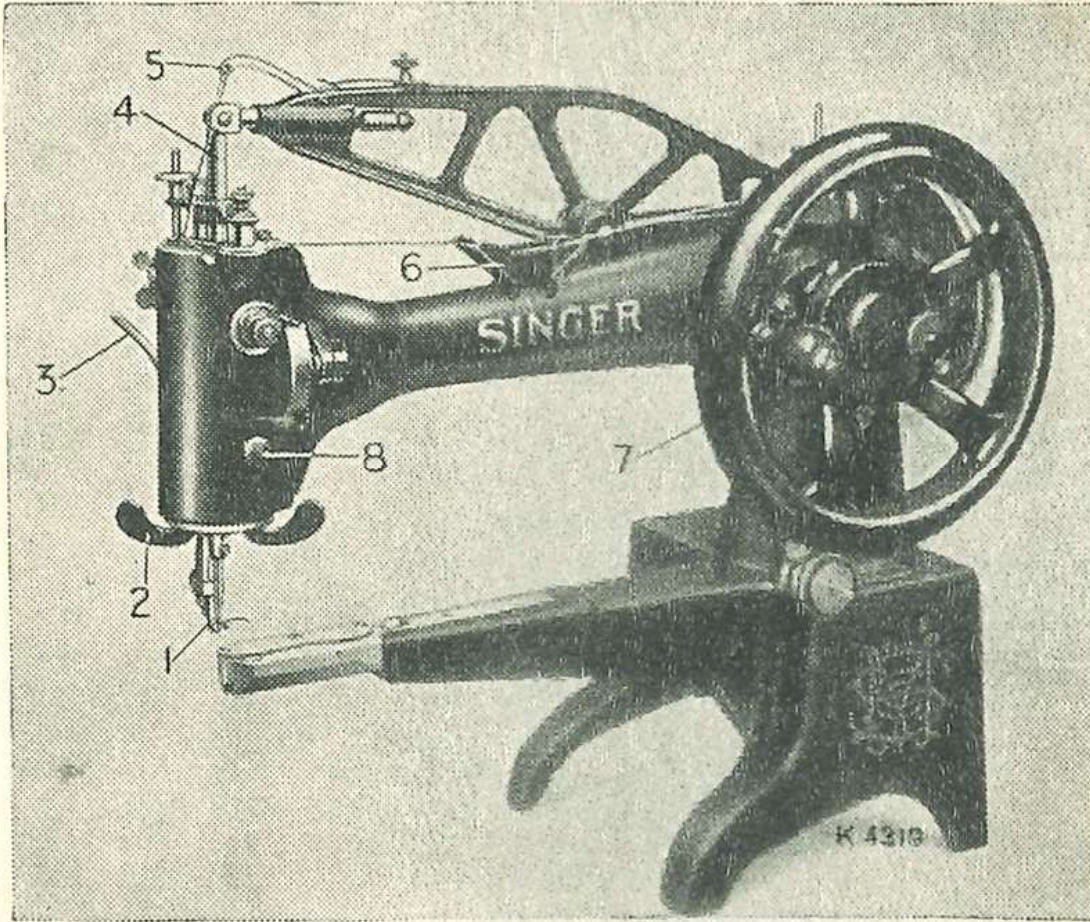
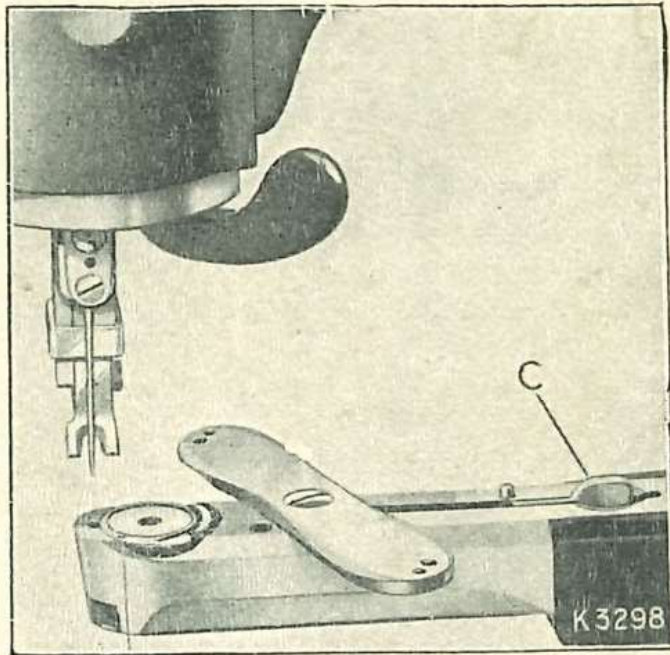
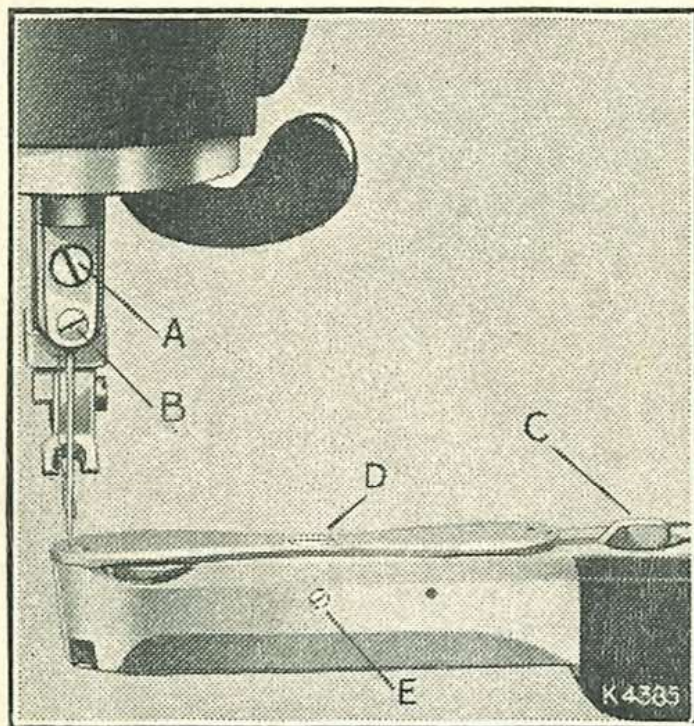
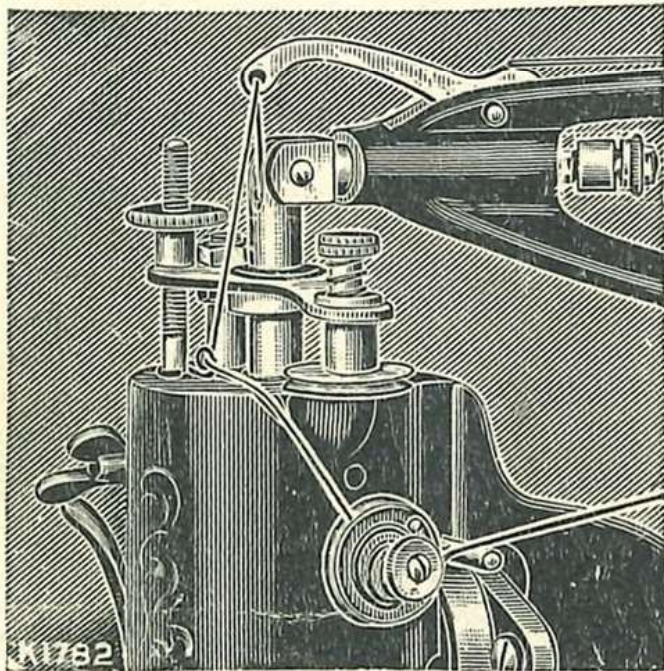

Fig. 1.
Fig. 8.
Fig. 10.
Fig. 12.
(Voir Fig. 1).
Elever la barre à aiguille à son point mort haut, puis le pied entraîneur (1, Fig. 1) au moyen du levier (3, Fig. 1). Appuyer sur le levier (C, Fig. 8) et faire pivoter la plaque à aiguille comme illustré Fig. 8. Tourner le volant jusqu'à ce que la pointe de la navette soit à son point de moindre éloignement par rapport à l'ouvrière puis extraire la navette entre le pouce et l'index. Renverser cette dernière et la canette tombera d'elle-même.
son logement comme illustré Fig. 8. Remonter la barre à aiguille à son point mort haut, appuyer sur le levier (C) et ramener, par rotation, la plaque à aiguille en position de couture.
Remonter la barre à aiguille (4, Fig. 1) à son point mort haut, desserrer la vis (B, Fig. 10) et introduire à fond l'aiguille dans le pince-aiguille en la tenant de manière que sa longue rainure soit
(Voir Fig. 10).
Placer une bobine de fil sur la broche située sur le bras de la machine de manière que le fil se déroule d'arrière en avant. Elever le guide-fil métallique du godet-graisseur (6, Fig. 1), placé sur le bras et, après avoir passé le fil sous ce guide, le ramener par pression en position. Conduire ensuite le fil par derrière la goupille proche des disques de tension au sommet de la tête de la machine, d'arrière en avant et de droite à gauche entre les disques de tension, par l'oeillet du passe-fil, puis, en remontant et d'avant en arrière, par le trou à l'extrémité du levier releveur de fil (5, Fig. 1).
Tirer environ 25 $\frac{c}{m}$ de fil et en introduire le bout par la fente extrême de la tige d'enfilage fournie avec la machine. Faire alors passer le fil de la partie postérieure du levier (5, Fig. 1), en descendant par le trou situé au centre de la barre à aiguille. Enlever le fil de la tige, retirer celle-ci et enfiler l'aiguille de gauche à droite en laissant dépasser 8 à 10 $\frac{c}{m}$ de fil pour commencer à coudre.
(Voir Fig. 12).
Soulever le guide-fil métallique du godet-huileur (6, Fig. 1) situé sur le bras et, après avoir passé le fil sous ce guide, le ramener en position par pression. Conduire ensuite le fil par dessus la goupille proche des disques de tension sur le devant du bras (Voir Fig. 12), de droite à gauche par dessous et entre ces
disques, puis, en remontant, par l'oeillet guide-fil au-sommet du bras de la machine et d'avant en arrière par le trou extrême du levier releveur (5, Fig. 1). Tirer environ 25 $\frac{c}{m}$ de fil et en introduire le bout par la fente extrême de la tige d'enfilage fournie avec la machine. Faire alors passer la tige par la partie postérieure du levier (5, Fig. 1) en descendant par le trou situé au centre de la barre à aiguille. Enlever le fil de la tige, retirer celle-ci et enfiler l'aiguille de gauche à droite, en laissant dépasser 8 à 10 $\frac{c}{m}$ de fil pour commencer à coudre.
Remonter la barre à aiguille à son point mort haut, relever le pied entraîneur au moyen du levier (3, Fig. 1) et tirer le travail en arrière d'environ $7\frac{c}{m}$. Couper au ras du travail les fils dont on laissera les deux extrémités sous le pied entraîneur.